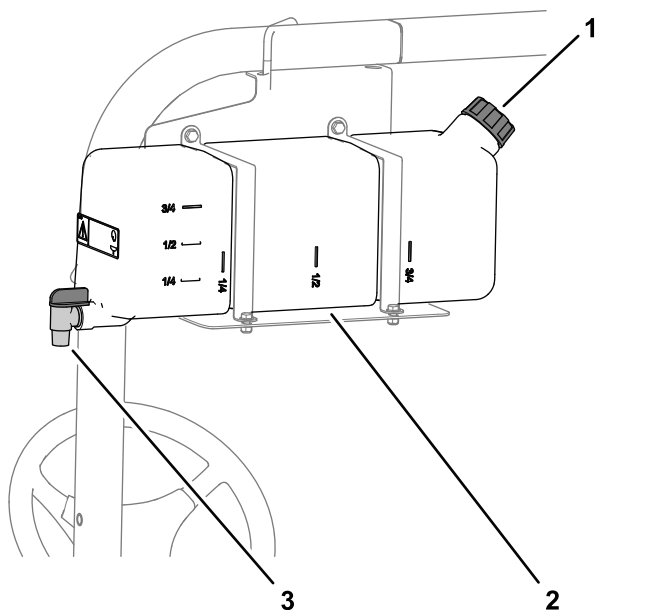

Figura 18
- Para encher o depósito, desaperte a tampa na parte superior do depósito, encha-o com água limpa e coloque a tampa (Figura 18).
- Para abrir a torneira do depósito de água limpa, rode o manípulo da torneira (Figura 18).